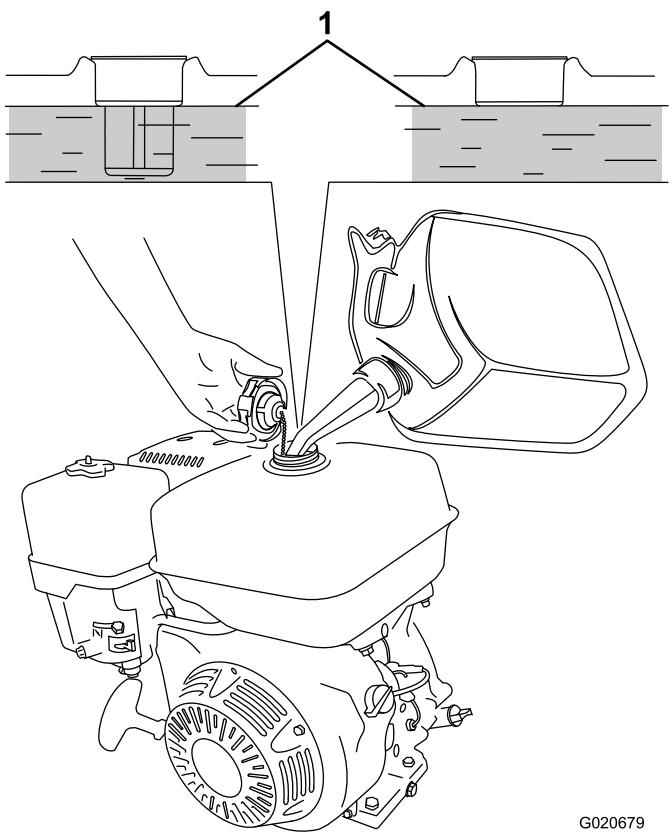

Рисунок 16
- Залейте неэтилированный бензин в топливный бак до нижнего уровня по указателю максимального уровня топлива, как показано в Рисунок 16.